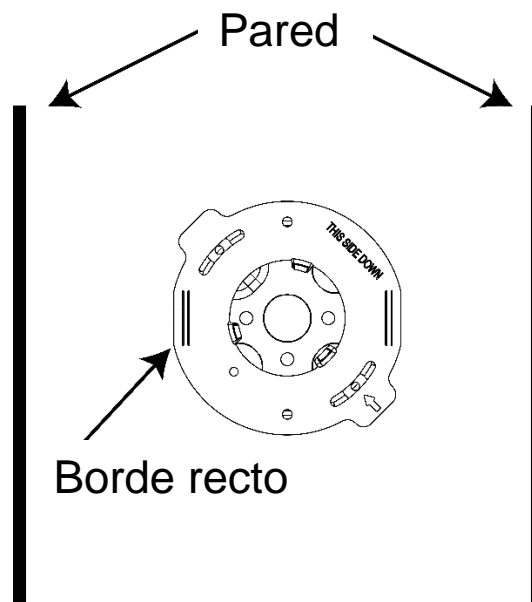

Figura 3
- Utilice los **tornillos n.º 8** incluidos para asegurar el soporte de montaje empotrado en el techo fijándolo a la caja de conexión. **Asegúrese de que el lado del soporte de montaje con el texto "ESTE LADO HACIA ABAJO" mire hacia el piso.** Si instala un Slimform cuadrado, utilice los bordes rectos del soporte de montaje para ayudar con la alineación de la luminaria. Para alinear una luminaria cuadrada de forma paralela a una pared en particular, **asegúrese de que el borde recto del soporte quede paralelo a la pared**, como se muestra en la *Figura 3*.